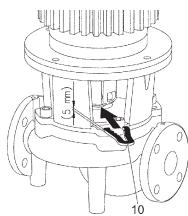

Fig. 13: Stavljanje montažne vilice
10. Gurnite montažnu vilicu (Fig. 13, poz. 10) između laterne i spojke. Montažna vilica mora dosjedati bez zazora.
13. Gurnite montažnu vilicu (Fig. 13, poz. 10) između laterne i spojke. Montažna vilica mora dosjetati bez zazora.